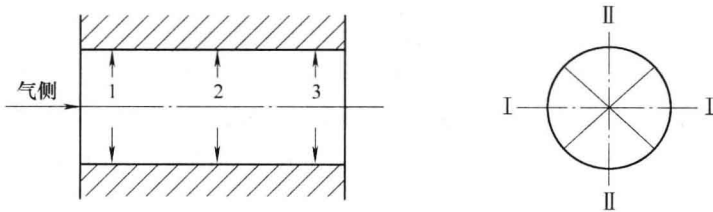

图 1-16 气缸测量位置
15) 清洗气缸内部，擦拭干净，用千分尺分别测量六个气缸的内径，测量的位置如图 1-16 所示，将结果记录下来，在整个气缸内的长度方向上，测量三个不同的位置，在圆周方向，测量四个点，相隔 90° 测量。在千分表读数时，要读出整数和小数，当磨损量大于 0.5mm 时，仅读千分表上的小数会产生错误。在现场检修时，曾经发生过这样的事情，仅读千分表的小数值，忽略了千分表的整数值，导致测量误差达到 2mm，使故障判断走入误区。